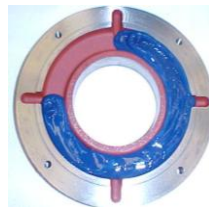

图 7.7: 外轴承盖
- 使用建议的润滑脂 (图 7.7) 涂抹内外轴承端盖凹槽的 ¾, 并且在装配轴承前使用足量润滑脂润滑滚动轴承;